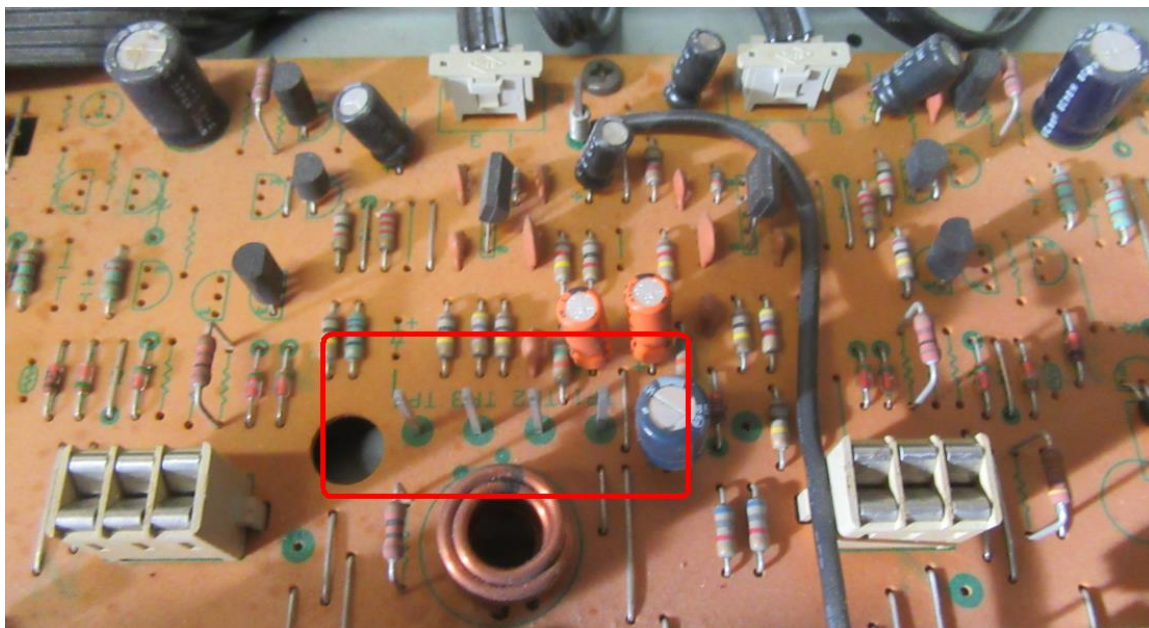

图 13. TP4 可在大功率晶体管附近寻找.
4) TP4 可在大功率晶体管附近寻找. 见图 13
在图 7 中可看到印刷板上有 4 个大功率晶体管插座。在这附近找到有 4 个测试点，見图 13。估計左右通道各占 2 个。经用万用表测量，每通道有一个测试点与大功率管基极相连。OK！这一定是图 2 中的“Power Amp Driver”（功放驱动器）输出点。
仍用改锥的感应信號在 PHONO 点作輸入，用示波器分别观察图 13 左右通道 4 个测试点信號。测试結果左右通道是一样的，也即是说功放驱动器“Power Amp Driver”无毛病。